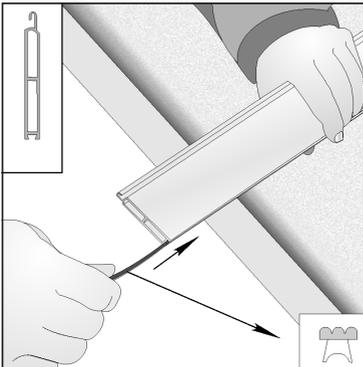

Abb. 03
- Befestigung der Dichtungseinlage am Endprofil (Abb. 03);